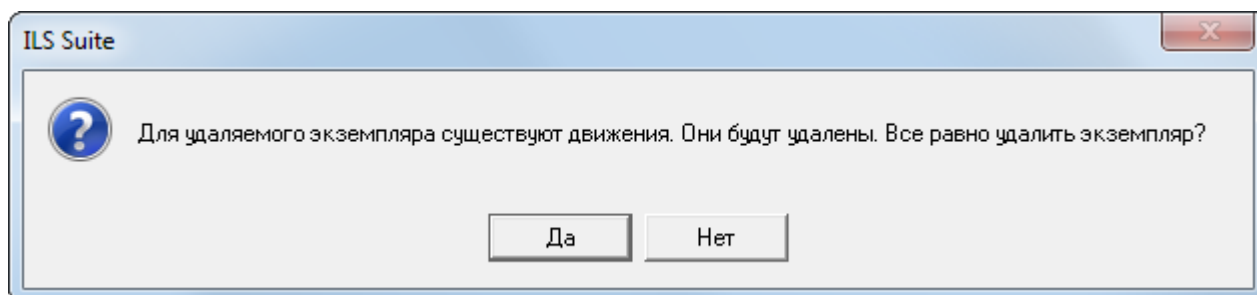

Рис. 20-24 – Диалоговое окно при удалении
3) Если для удаляемого экземпляра ФИ или входящих в него экземпляров ПКИ⁵⁰⁾ существуют движения, то появляется диалоговое окно, приведенное на рис. 20-24. При ответе «Да» экземпляр ПКИ будет удален вместе с движениями.